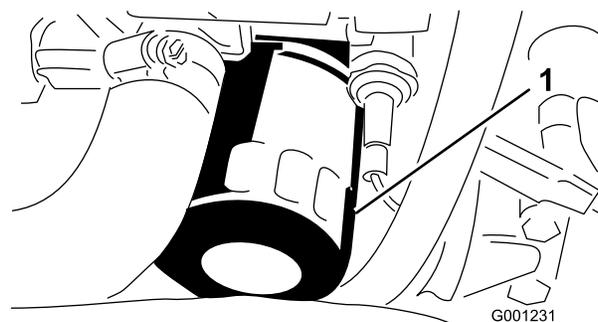

Рисунок 48
8. Снимите и замените масляный фильтр (Рисунок 48).